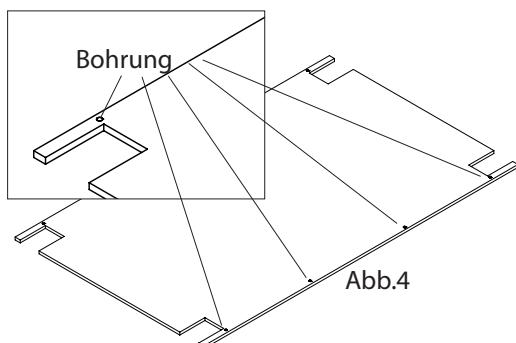

Abb.4
4. Löcher Ø3mm für die Befestigung der Seitenteile auf der Bodenplatte vorbohren. Jede Bohrung mit Hilfe eines Kegelsenkers von unten ein senken (siehe Abb. 4 u. Schablone Seite 5)